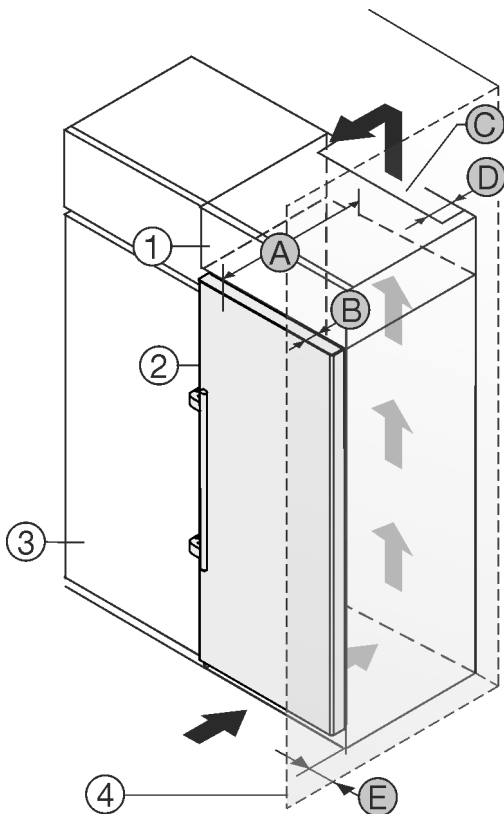

Fig. 2
Můžete přístroj nainstalovat přímo vedle kuchyňské skříňky Fig. 2 (3).\*
Na zadní straně nástavné skříňky musí být větrací šachta hluboká Fig. 2 (D) přes celou šířku nástavné skříňky.\*
Pod stropem místnosti musí být dodržen ventilační průřez Fig. 2 (C).\*
Když přístroj instalujete závěsy vedle stěny Fig. 2 (4), musí být vzdálenost mezi přístrojem a stěnou minimálně 57 mm . To odpovídá přesahu madla při otevřených dveřích.\*
Aby bylo možné dvířka plně otevřít, musí přístroj přesahovat o hloubku dveří Fig. 2 (B) vůči přední linii kuchyňské skříňky. V závislosti na hloubce kuchyňských skříňek Fig. 2 (3) a použití vymezovačů odstup od stěny může přístroj vyčnívat dále.\*